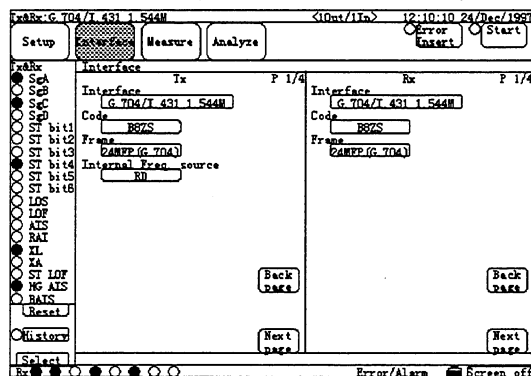
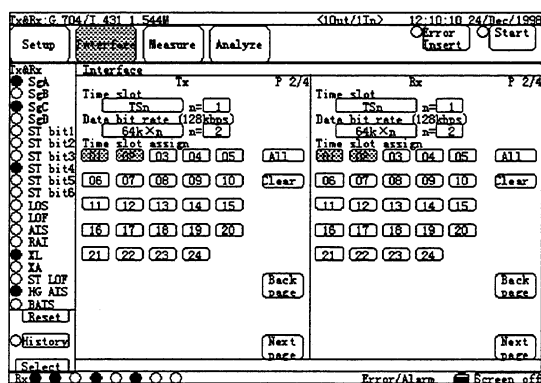
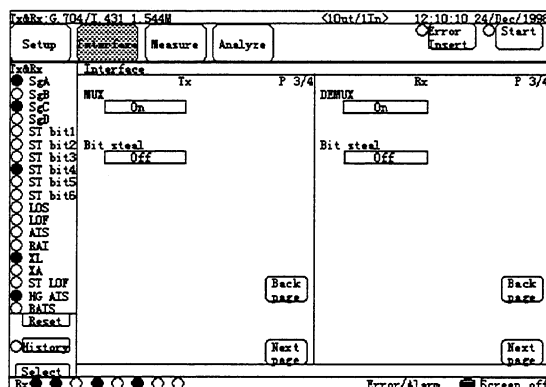

図 6.1-36 Interface 画面 (1/3)
図 6.1-37 Interface 画面 (2/3)
図 6.1-38 Interface 画面 (3/3)
- (2) 電源を入れます。
- (3) 設定条件を初期化し、インタフェースの設定を行います。「6.1.1 誤り測定によるX.21 インタフェース同期式DCEの単体試験」を参考に初期化し、図 6.1-36、図 6.1-37、図 6.1-38のように変更してください。
- (4) DEMUX およびMUX 機能を有効にした時点からX.21 インタフェースと G.704/T.431 1.544M インタフェースとでデータのやりとりが行われます。ここでの使用例では、X.21 で 128kbit/s で受信したデータが Tx 側で指定したタイムスロット 1 と 2 の 2ch に 64kbit/s づつ分けて送出され、Rx 側でタイムスロット 1 と 2 に 2ch 分受信した 128kbit/s 分のデータが X.21 側に送出されます。